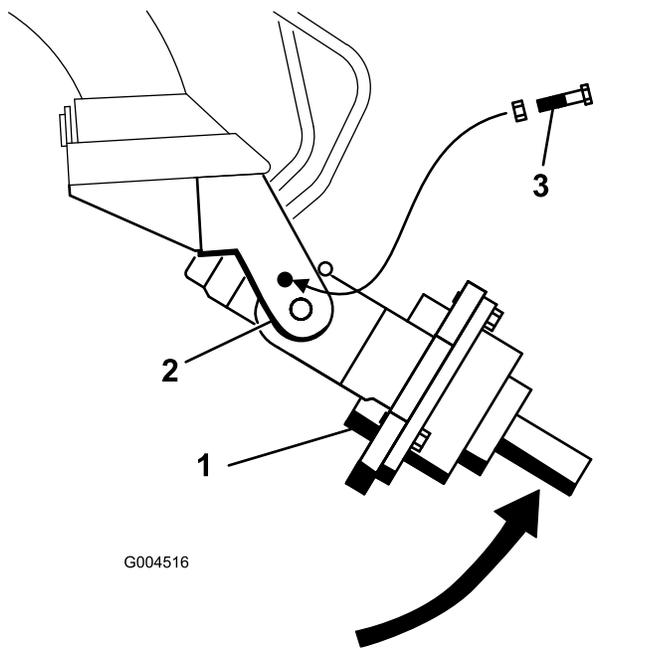

Figure 5
5. Tournez la tête d'entraînement de la tarière à la main jusqu'à ce qu'il soit possible d'introduire un boulon ($\frac{1}{2}$ x $2\frac{1}{2}$) dans le trou du bras de support pour fixer la tête d'entraînement. Serrez légèrement le boulon avec un écrou à embase ($\frac{1}{2}$), comme montré à la Figure 5.
3. Tournez la tête d'entraînement de la tarière à la main jusqu'à ce qu'il soit possible d'introduire un boulon ($\frac{1}{2}$ " x $2\frac{1}{2}$ "") dans le trou du bras de support pour fixer la tête d'entraînement. Serrez légèrement le boulon avec un écrou à embase ($\frac{1}{2}$ ""), comme montré à la Figure 5.